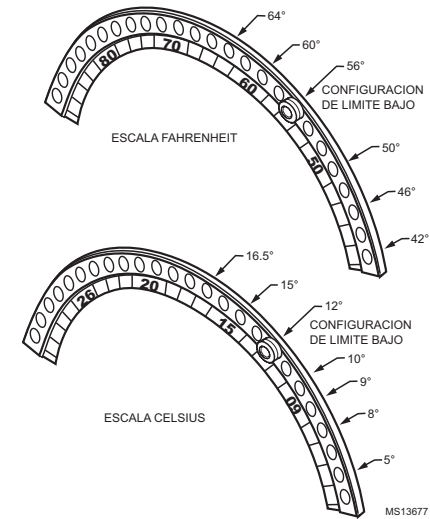

Fig. 4. Configuraciones de límite de rango bajo.
4. Utilizando las marcas de temperatura del limitador de rango, inserte los tornillos que se proporcionan en los agujeros de mínimo/máximo del limitador de rango y ajústelos. Vea las Tablas 1 y 2 para conocer las temperaturas del limitador de rango. Vea las Fig. 4 y 5.